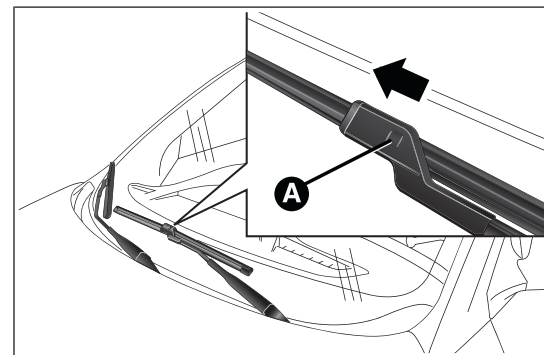

fig. 162
- soulever le bras de l'essuie-glace, appuyer sur la languette A fig. 162 du ressort de fixation et extraire le balai hors du bras ;